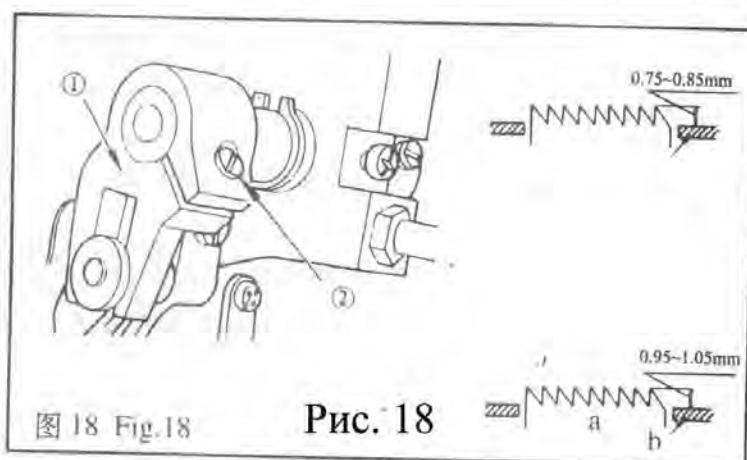

Рис. 18
- 1) Ослабьте гайку (2). Вращая регулятор давления пружины (1) по часовой стрелке (в направлении А), Вы увеличите давление прижимной лапки.
- 3) После окончания регулировки, затяните гайку (2).
12. Регулировка времени подачи (Рис. 18)
- 1) Ослабьте два установочных винта (2) и (3) на эксцентриковом кулачке подачи (1), правильно установите эксцентриковый кулачок. После этого затяните установочные винты.
13. Высота источника подачи (Рис. 18)